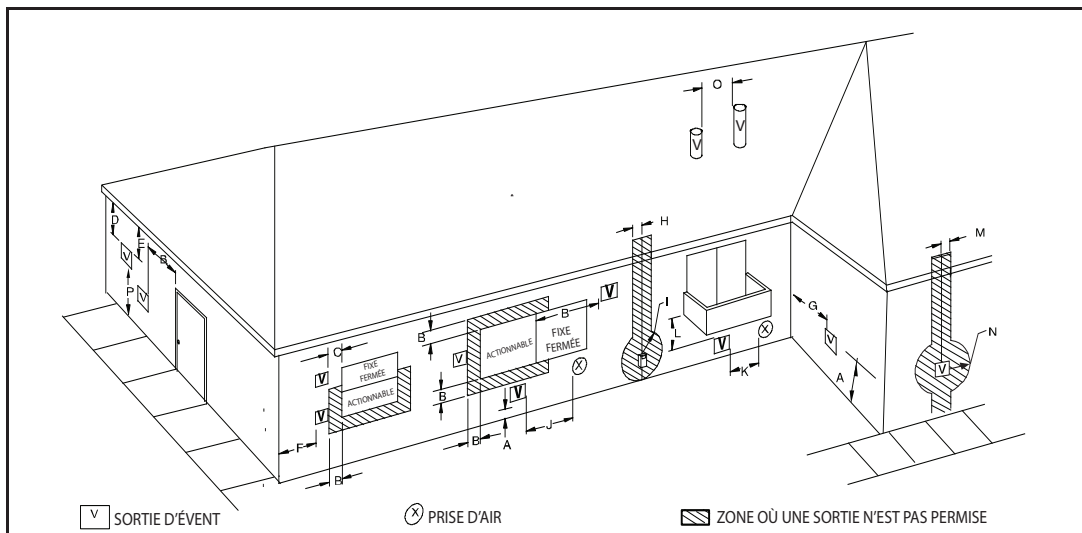
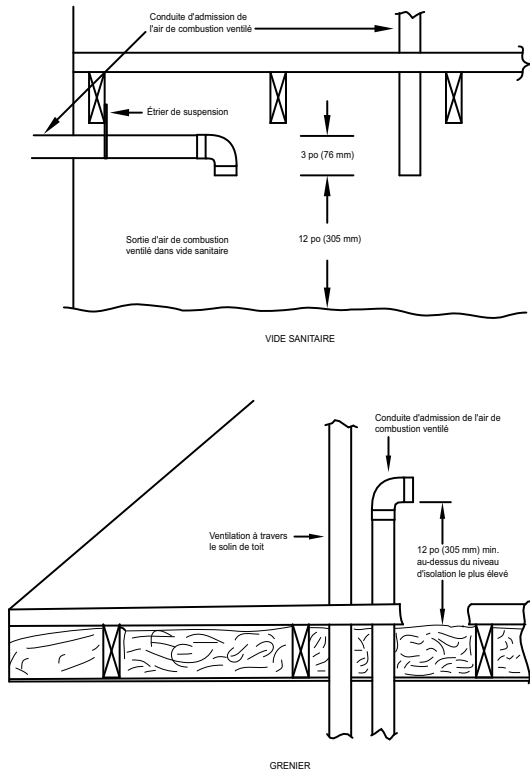

Fig. 43 – Dégagement des sorties des systèmes à air de combustion ventilé et à ventilation non directe
Fig. 47 – Sorties d'évent pour système à air de combustion ventilé A10497FR
Dans le cas d'un système à air de combustion ventilé, l'évent aboutit et évacue les produits de combustion directement à l'extérieur, comme un système à ventilation directe. Consultez la Fig. 43 pour connaître les exigences de dégagement du code national.
Dans un système à évacuation non directe (1 conduit), tout l'air de combustion est prélevé directement de la zone adjacente à la chaudière et tous les produits de combustion sont évacués à l'extérieur dans l'atmosphère. L'air de combustion doit être fourni conformément à la section Air de combustion et de ventilation. Une cheminée inutilisée n'est pas adéquate pour fournir l'air extérieur à la chaudière. Consultez la Fig. 43 pour connaître les exigences de dégagement du tuyau d'évent du code national.
Pour les dégagements de terminaison d'évent, consultez les codes nationaux présentés aux Fig. 42 et Fig. 43 pour un système à ventilation directe / à deux tuyaux et à la pour un système à air de combustion ventilé / à ventilation non directe / à un tuyau. Pour la disposition des terminaisons extérieures, consultez les Fig. 39 et Fig. 40 pour le système à ventilation directe / à deux tuyaux et la pour les systèmes à air de combustion ventilé / ventilation non directe / à un tuyau. Communiquez avec les responsables des codes locaux pour connaître les autres exigences des codes nationaux présentés dans ces figures ou les dérogations à ceux-ci.
1. Se conformer à toutes les exigences en matière de dégagements, tel qu'indiqué à la Fig. 42 ou à la Fig. 43 selon l'application.
Le tuyau d'évacuation d'un système à air de combustion ventilé doit se terminer à l'extérieur. Consultez la Fig. 43 pour connaître les exigences de dégagement du tuyau d'évent du code national. Les terminaisons d'évent admissibles sont indiquées à la Fig. 40. Le tuyau d'air de combustion se termine dans un grenier ou un vide sanitaire bien aéré. Conformez-vous aux dégagements indiqués à la Fig. 47.
Le tuyau d'évent d'un système à ventilation indirecte (un tuyau) doit se terminer à l'extérieur. Pour connaître les exigences relatives aux dégagements des événements du code national, consultez la Fig. 43. Les terminaisons d'évent admissibles sont indiquées à la Fig. 40.